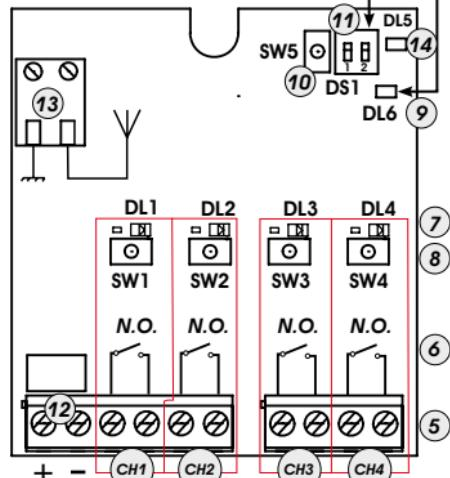

Fig.1
- 2) Presione 1 segundo el pulsador del receptor (Fig.1 ref. ⑧), correspondiente al canal al que se quiere asociar el radiomando.
- 3) El diodo correspondiente en el receptor (Fig.1 ref. ⑦), empieza a destellar lentamente durante 5 seg.
- 5) El diodo (Fig.1 ref. ⑦) del receptor se encenderá con luz fija durante 1 segundo y seguidamente se apagará, lo que indica que la memorización se ha llevado a cabo.
- 4) Presione 1 segundo el pulsador del receptor (Fig.1 ref. ⑧), correspondiente al canal al que se quiere asociar el radiomando.
- 5) El diodo correspondiente en el receptor (Fig.1 ref. ⑦), empieza a destellar lentamente durante 5 seg.